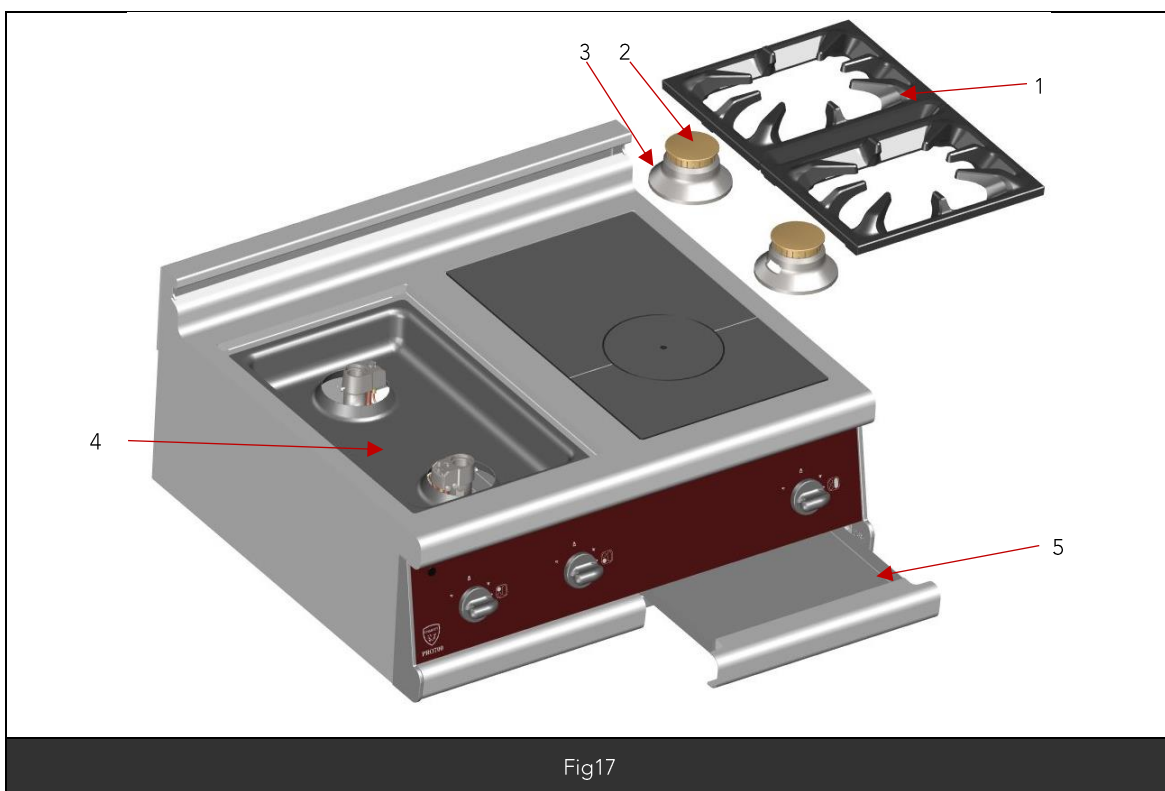

Fig17
- Le tiroir de propreté (Fig17 Rep5) doit être retiré à chaque nettoyage puis lavé et remis en place.
- Enlever les grilles fontes des feux vifs (Fig17 Rep1)
- Déposer les chapeaux de brûleurs (Fig17 Rep2) ainsi que les corps (Fig17 Rep3)
- La cuvette (Fig17 Rep4) se nettoie à l'eau savonneuse ou peut être placée en lave batterie.